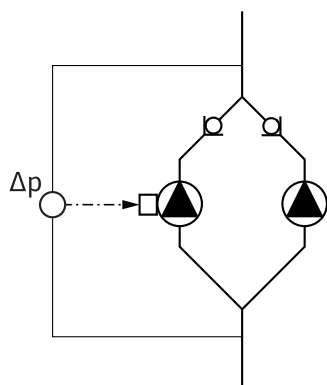

Fig. 18: Пример. Подсоединение дифференциального датчика давления
- В примере на Fig. 18. основным насосом является левый по направлению потока насос. К данному насосу подключается дифференциальный датчик давления.
- Точки измерения дифференциального датчика давления основного насоса должны находиться в соответствующей сборной трубе со стороны всасывания и с напорной стороны двухнасосной установки (Fig. 18).